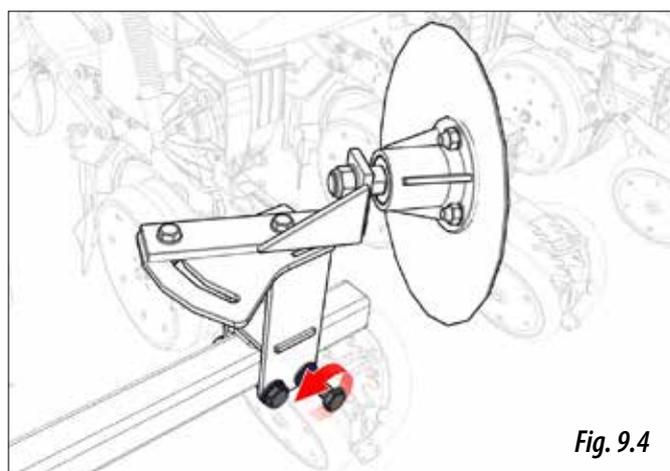
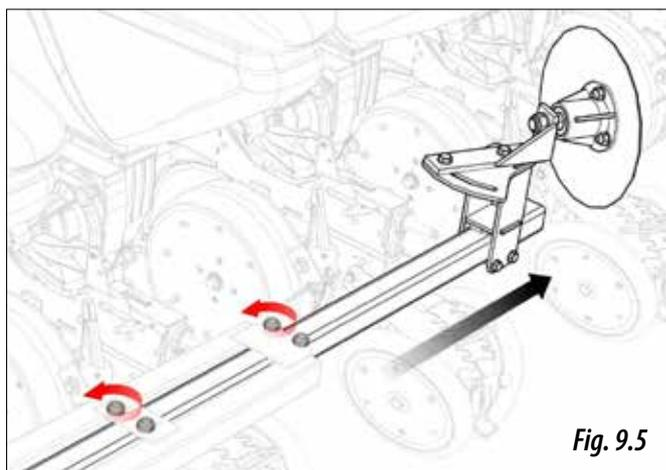

Fig. 9.4
Fig. 9.5
- 2- Para situar el disco trazador a la distancia B anteriormente calculada, actuar sobre la tornillería de fijación del disco (Fig. 9.4), en caso que no fuera suficiente, actuar sobre la tornillería del tubo extensible (Fig. 9.5)